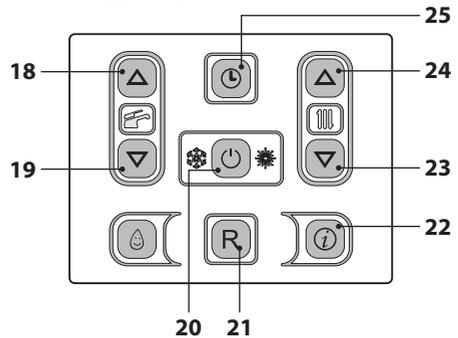

Figura 2.7
- Mantenga pulsado durante 2 segundos el botón 20 hasta que aparezca en el display el símbolo  Figura 2.7.
La temperatura del agua caliente de impulsión de la calefacción puede regularse mediante los botones 23 (reducción) y 24 (aumento) (Figura 2.7) entre un mínimo de aproximadamente 25°C y un máximo de aproximadamente 85°C. La primera vez que se pulsa uno de los dos
En este caso el reglaje de la caldera debe ser realizado por un instalador cualificado (sección "Ajuste del coeficiente K de la sonda externa" en la página 51). De todas formas, si la temperatura ambiente no resultase confortable, se puede aumentar o reducir la temperatura de impulsión de la instalación de calefacción en $\pm 15^\circ\text{C}$ usando los botones 23 (reducción) y 24 (aumento) (Figura 2.7).